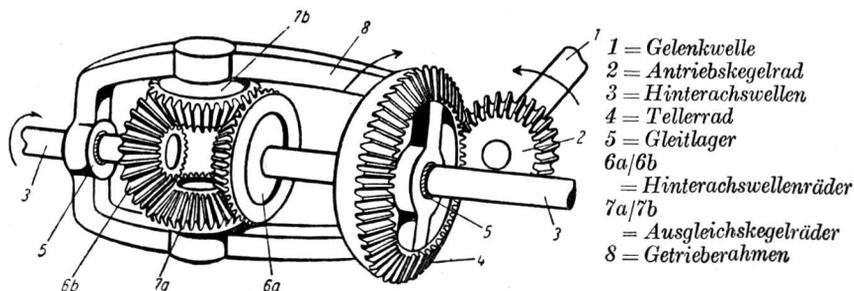

Bild 52. Das Differential oder Ausgleichgetriebe
Am Ende der Gelenkwelle sitzt das Antriebskegelrad, das in ein großes flaches Kegelrad (Tellerrad) des Ausgleichgetriebes eingreift und die beiden Hinterachswellen antreibt. Durch die Hinterachswellen wird die Drehbewegung den Antriebsrädern vermittelt (Bild 52).
Die Wirkungsweise des Ausgleichsgetriebes (Bild 52). An der Gelenkwelle (1) ist das Antriebskegelrad (2) fest angebracht, das mit dem Tellerrad (4) im Eingriff steht. Das Tellerrad ist starr mit dem Getrieberahmen (8) verbunden, an dem sich wiederum die Ausgleichskegelräder (7a und 7b) befinden. Mit den Ausgleichskegelrädern, die sich um ihre Achsen drehen können, da sie beweglich auf Zapfen montiert sind, stehen die Hinterachswellenräder (6a und 6b) im Eingriff. Da die Kegelräder fest mit den Hinterachswellen (3) verbunden sind, wird die Kraft getrennt auf beide Hinterräder übertragen.